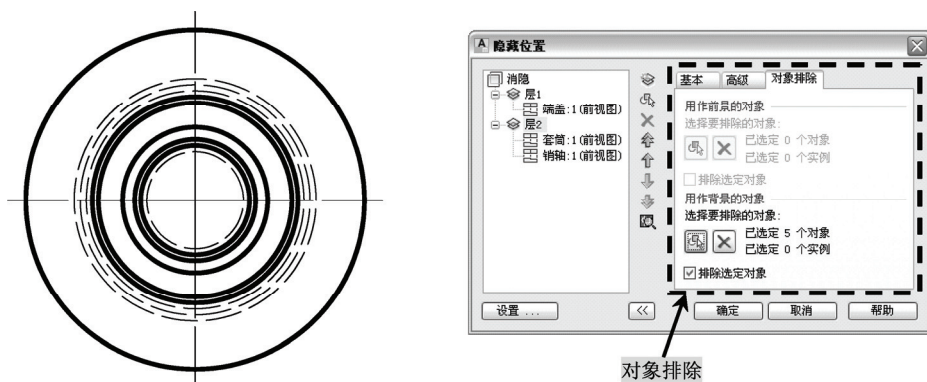

图 7-48 创建相关隐藏位置
12) 为“套筒总”零部件的“左视图”创建相关隐藏位置。利用“隐藏位置”对话框中的“对象排除”选项，选择不需要隐藏的线条，创建隐藏位置，如图 7-48 所示。